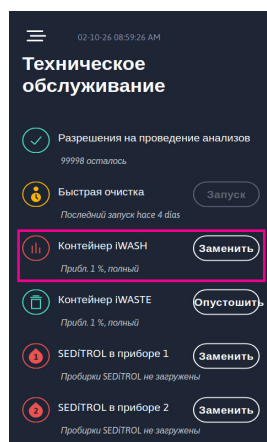

Рисунок 64
8. В меню «Обслуживание» нажмите кнопку Replace (Заменить) в пункте «Емкость iWASH», чтобы сбросить счетчик до уровня наполнения 100 % (рис. 64).